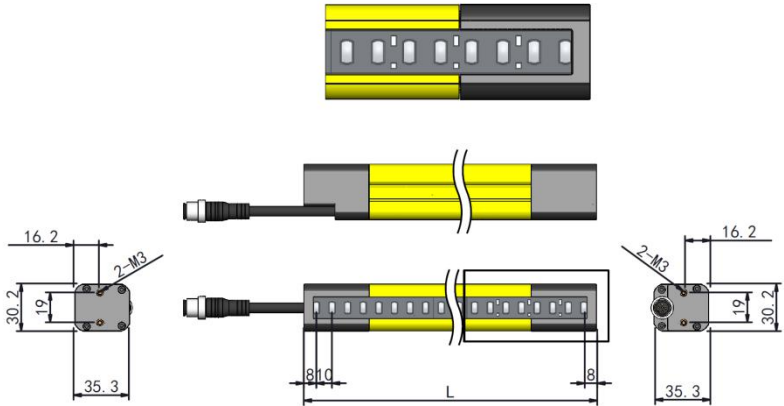

图 4.1 LSA10 系列光幕外形图
4.1、LSA 系列光幕外形尺寸如图 4.1 ~ 4.4（单位：mm）。